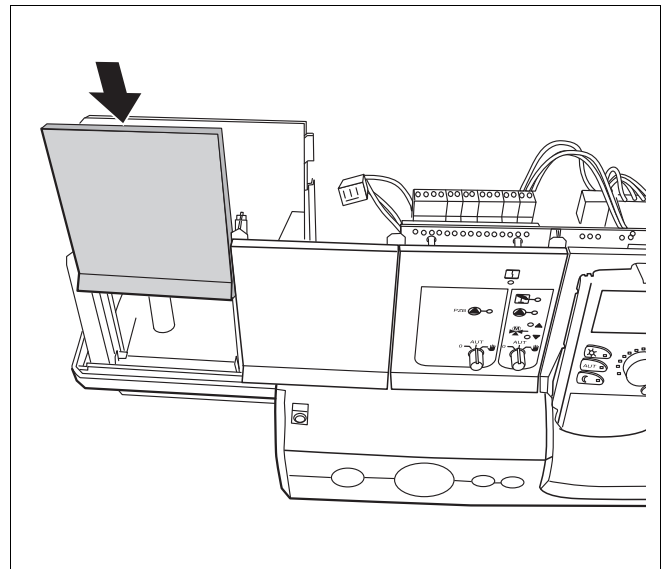

Рис. 11 Установка заглушки
- Если устанавливать новый модуль не требуется, то закройте образовавшийся проем заглушкой (→ Рис. 11).